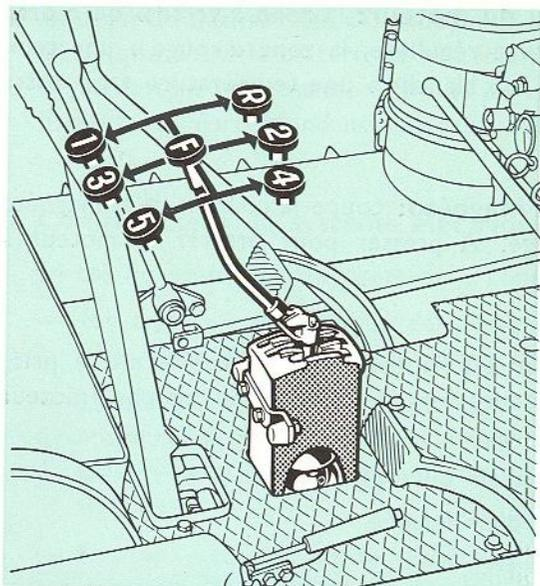

Fig. 6. - Positions du levier de vitesses.
15. Levier des vitesses: les positions des vitesses sont illustrées sur la fig. 6. Pour passer de vitesse, après avoir débrayé l'embrayage central, il faut dégager le dispositif de sûreté du levier, en poussant à fond le bouton supérieur.